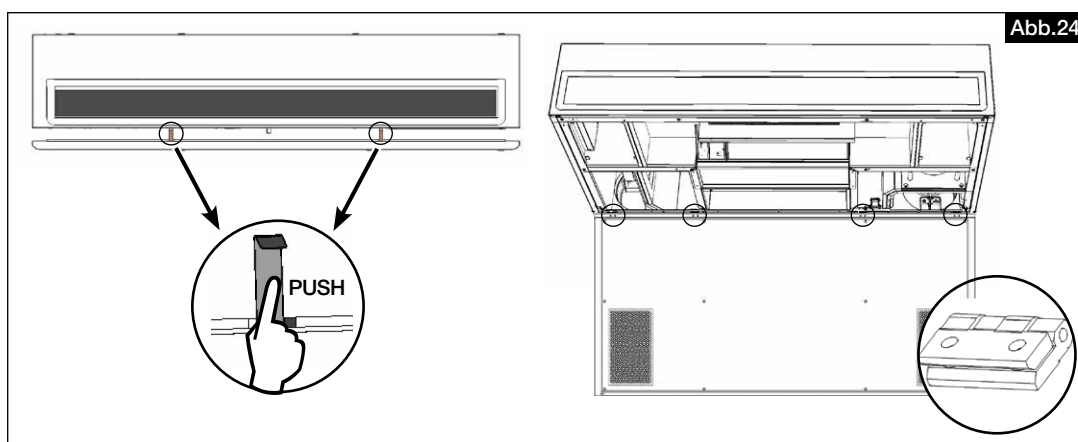

Abb.24
2. Durch Drücken der Sicherungslaschen die Abdeckung vorsichtig öffnen (s. Abb. 24).